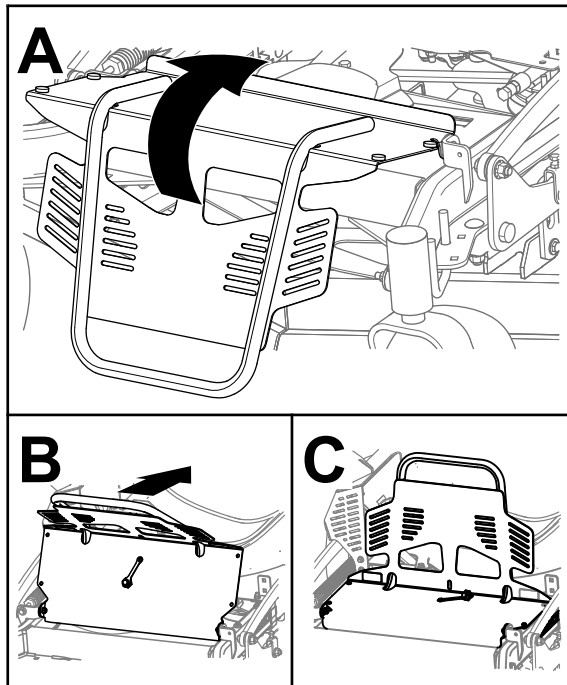

Figura 33
3. Gire el protector del motor hacia atrás, tal y como se muestra en la Figura 33